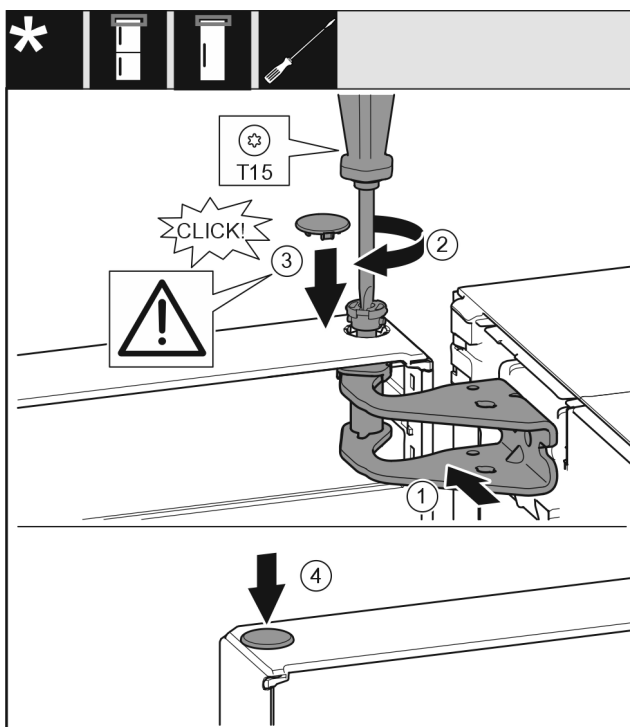

Fig. 17
- ▶ Dveře nahoře vyrovnejte s otvorem ve stojanu ložiska. Fig. 17 (1)
- ▶ Vložte čep a pevně jej utáhněte šroubovákem T15. Fig. 17 (2)
- ▶ K zajištění dveří namontujte bezpečnostní kryt: Bezpečnostní kryt nasadte a zkontrolujte, zda přiléhá na dveře. V opačném případě čep zcela zasuňte. Fig. 17 (3)
▶ Vložte zátku. Fig. 17 (4)